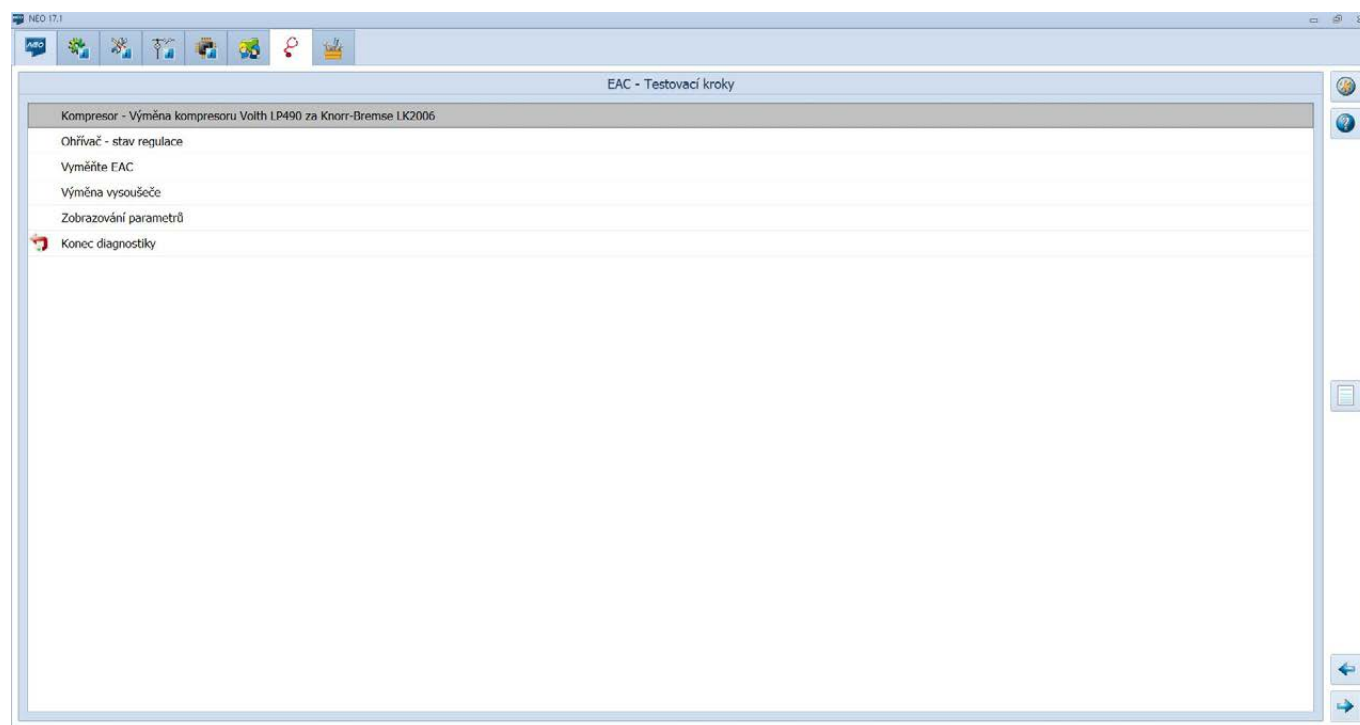

Fig. 16. Vyberte Kompresor - výměna kompresoru Voith LP490 za Knorr-Bremse LK2006
6. Viz. fig. 16, vyberte Kompresor - výměna kompresoru Voith LP490 za Knorr-Bremse LK2006